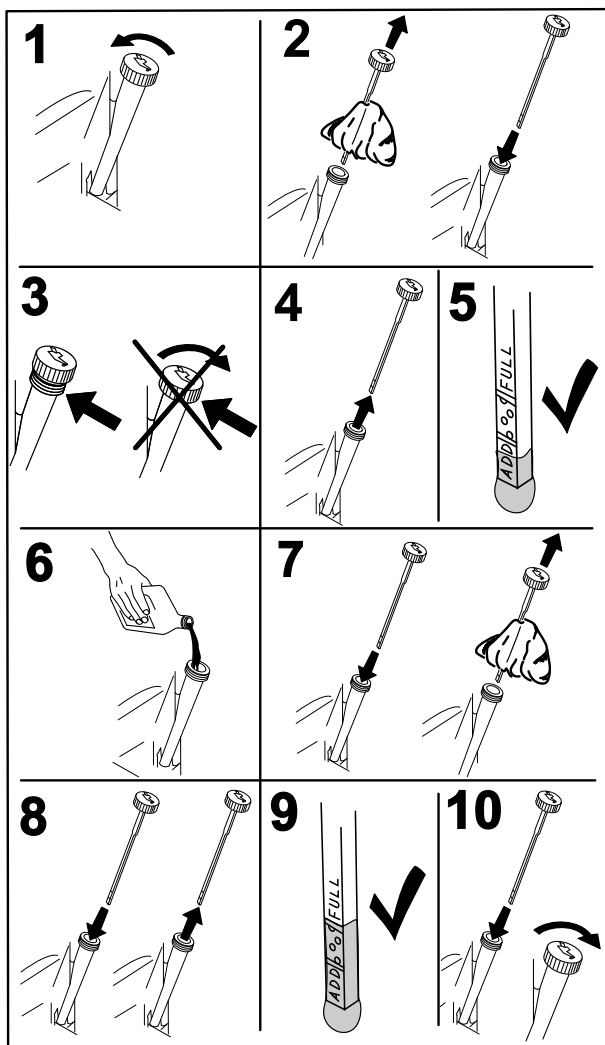

Bild 36
4. Stellen Sie vor dem Verlassen des Fahrersitzes den Motor ab, ziehen Sie den Schlüssel ab und warten Sie, bis alle rotierenden Teile zum Stillstand gekommen sind (Bild 36).